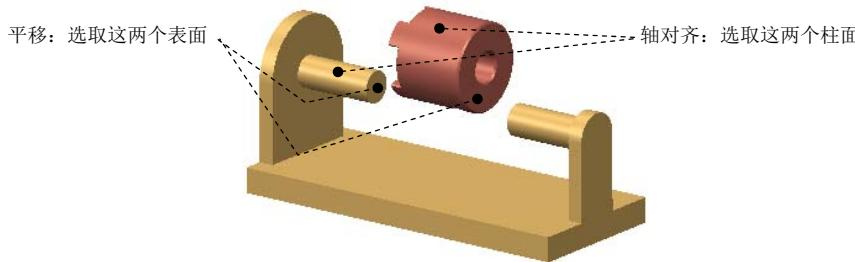
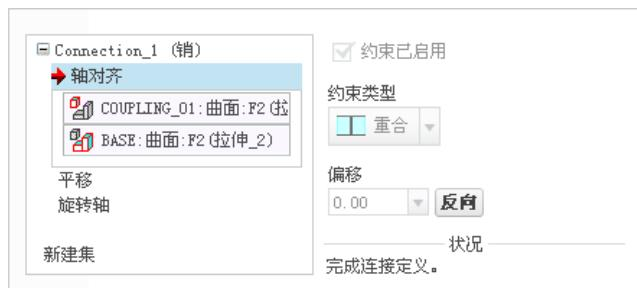

图 7.5.2 创建销 (Pin) 连接
图 7.5.3 “放置”界面
- Step4. 引入第二个元件 coupling_01.prt，并将其调整到图 7.5.2 所示的位置。
- (1) 在“元件放置”操控板的机械连接约束列表中选择 销 选项。
- (2) 定义“轴对齐”约束。单击操控板中的 放置 按钮，分别选取图 7.5.2 中的两个柱面为“轴对齐”约束参考，此时 放置 界面如图 7.5.3 所示。
- (3) 定义“平移”约束。分别选取图 7.5.2 中的两个平面为“平移”约束的参考，此时 放置 界面如图 7.5.4 所示。